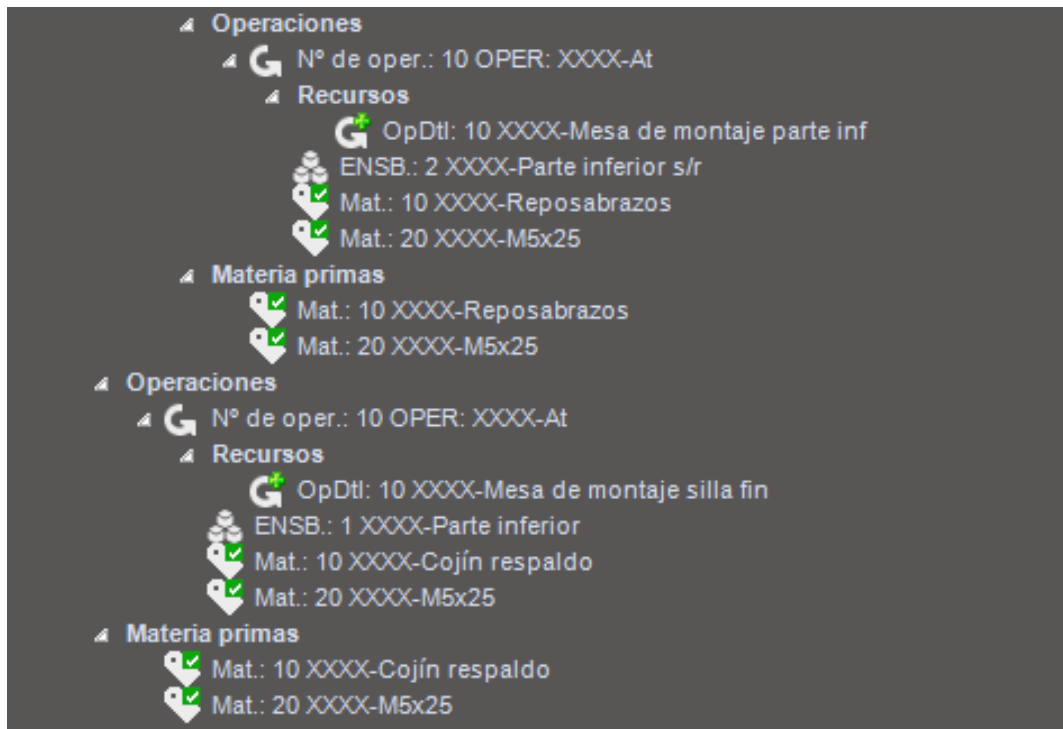

Imagen 224. Vista árbol, materias primas recibidas
4. **Observar** que ahora todas las materias primas están en **verde** (imagen 224), en caso contrario repasar los pasos anteriores con la materia prima que aparezca en rojo
Vista árbol de algunas materias primas recibidas correctamente en color verde (imagen 224).